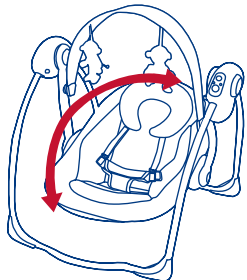

Fig. 14
- 14) • To unfold the Seat Assembly, push downward on each end of the seat cradle to unfold the seat. (Fig. 14)
- Para desplegar el montaje del asiento, empuje hacia abajo en cada extremo de la sillita cuna para desplegar la sillita. (Fig. 14)
- Pour déplier l'assemblage du siège, pousser vers le bas chaque extrémité du siège. (Fig. 14)